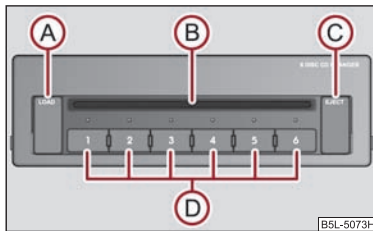

Fig. 122 Schimbătorul de CD-uri
- Apăsați scurt tasta **A** ⇒ fig. 122 și introduceți CD-ul (Compact Disc) în aparat **B**. CD-ul va fi depozitat pe următoarea poziție liberă din magazia de CD-uri. LED-ul din tasta respectivă **D** va înceta să clipească.